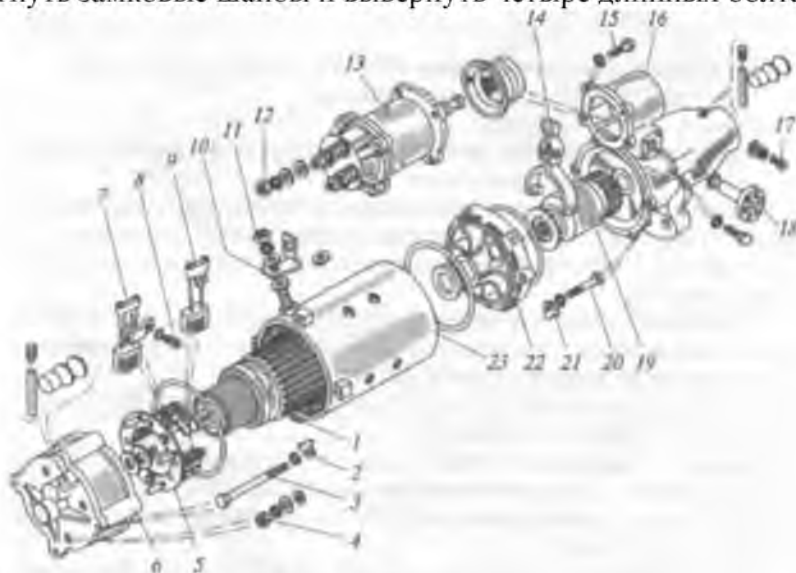

Рис. 1.26. Стартер СТ142-Б:
14. Изучить устройство стартера СТ142-Б (см. рис. 1.26).